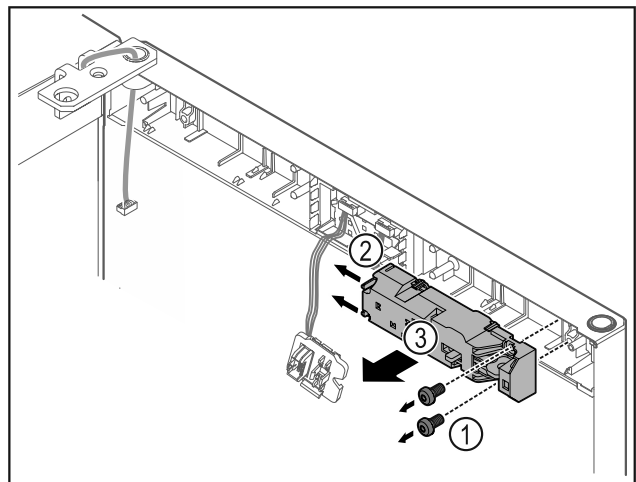

Fig. 23
- ▶ Отстранете винтовете Fig. 23 (1).
- ▶ Натиснете фиксиращия палец Fig. 23 (2) настрани и свалете дистанционната ключалка Fig. 23 (3).